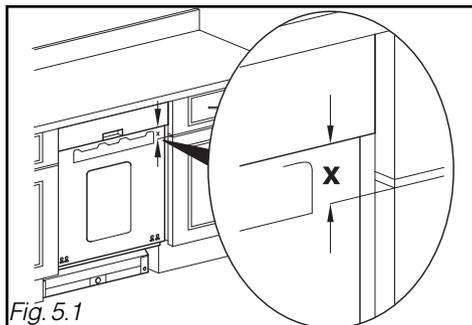
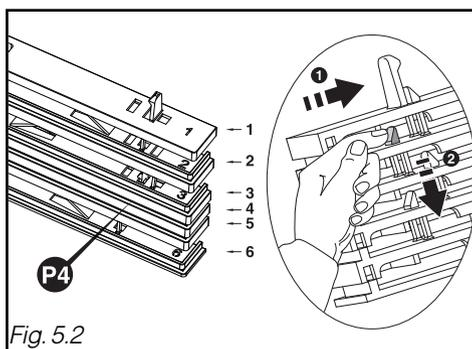

Fig. 5.1
Fig. 5.2
- Meet de afstand **X** op tussen de onderkant van de lijst en de bovenkant van de deur van het meubel dat naast de vaatwasser staat (Fig. 5.1). Zie de hieronder staande tabel (Fig. 5.2) om het aantal verhogingen dat u op de lijst moet vastklippen te bepalen.